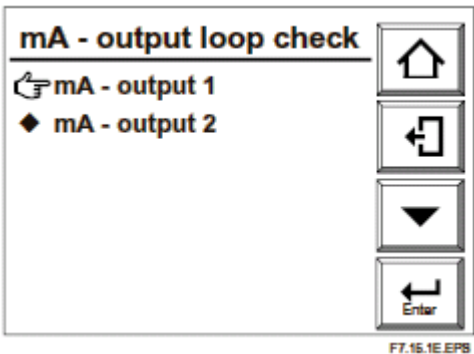

图 7.15.1 “mA-output loop check”（电流输出回路面板）显示
- (1) 在基本面板显示执行/设置中按设置键。然后在执行/设置显示中选择维护。
- (2) 在维护面板显示上选择“mA-output loop check”以显示 “mA-output loop check”，让你选择 “mA-output1” 和 “mA-output2”。选择电流回路检查所需要的输出端子（见图 7.15.1）。
- (3) 在进入数字数据输入显示时，输出电流会变为 4mA（缺省值）。如果输入需要的电流值，就会有相应的输出。